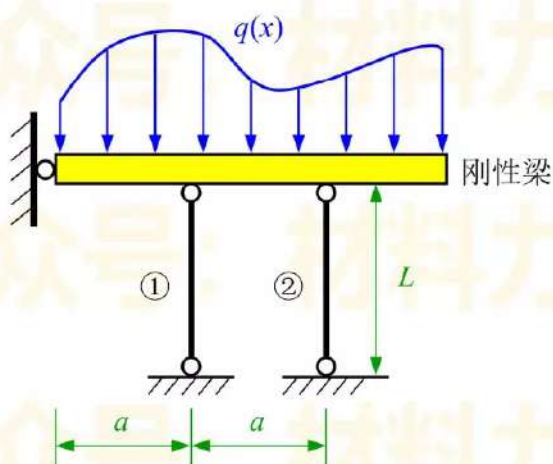

图 10 第十题图
十、如图 10 所示的结构，刚性梁 AB 受到分布荷载作用，杆①和杆②均为细长杆，其材料相同，它们的直径分别为 d_1 、 d_2 。当杆①和杆②同时失稳时，试计算两杆的直径比。